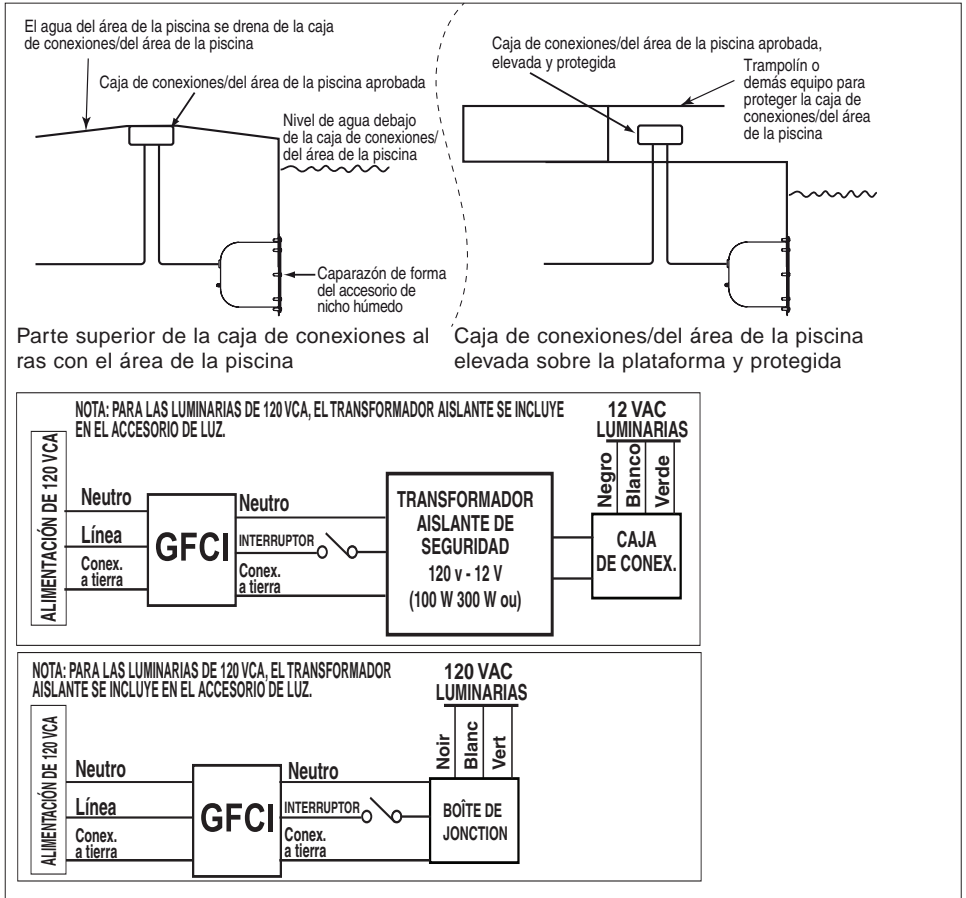

Figura 2, CANADÁ.
- 120 Volts: El circuito de iluminación debe tener un interruptor de circuito con descarga a tierra (GFCI) y un disyuntor térmico de circuitos con la capacidad adecuada. Vea la figura 2 de la página 8.
- 120 /12 Volts: El circuito de iluminación debe tener un interruptor de circuito con descarga a tierra (GFCI) y un disyuntor térmico de circuitos con la capacidad adecuada. Vea la figura 2 de la página 8.
- El GFCI o un transformador deben ubicarse al menos a 3 metros o más de distancia del borde de la piscina; vea la *NOTA y la figura 2 de la página 8.
- La caja de unión/área de la piscina debe sellarse en el conducto para evitar que entre agua en la caja; vea la figura 2 de la página 8.
IMPORTANTE! 120 VCA AND 12 VCA LUMINARIAS DEVEN TENER UNA GFCI CONECCION. ABAJO VEA LA FIGURA 2 ABAJO.